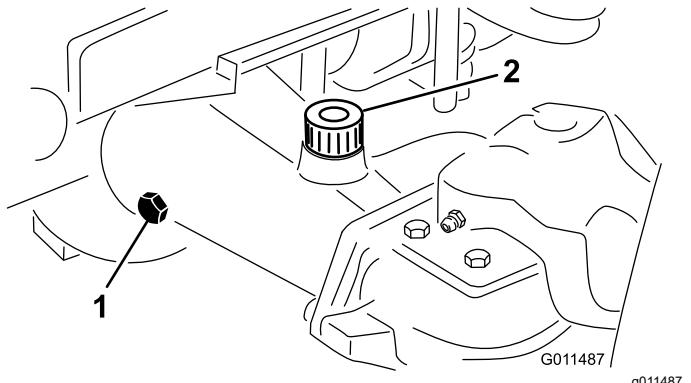

Figure 75
- Enlevez un bouchon de contrôle à l'extrémité du pont et vérifiez que le lubrifiant atteint la base de l'orifice (Figure 75).